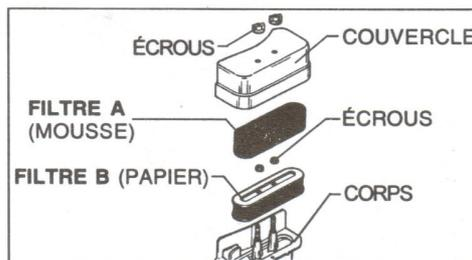

FIGURE 4
B. ENTRETIEN DU FILTRE (Figure 4) :
- Nettoyer et relubrifier tous les trois (3) mois ou toutes les 25 heures de fonctionnement. Nettoyer et relubrifier tous les jours si le moteur est utilisé dans un environnement extrêmement poussiéreux.